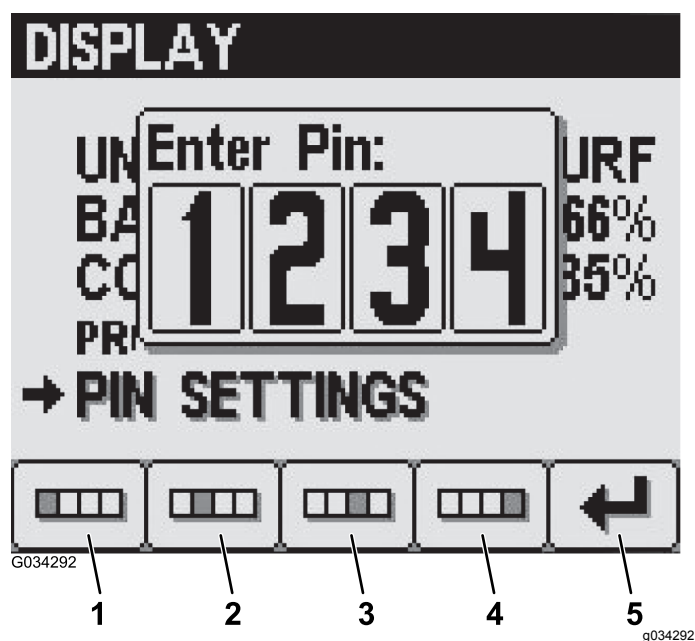

Figure 25
2. Saisissez votre code PIN au moyen des boutons 1 à 4, puis appuyez sur le bouton 5 lorsque vous avez terminé (Figure 25).
4. Saisissez l'ancien code PIN au moyen des boutons 1 à 4, puis appuyez sur le bouton 5 lorsque vous avez terminé (Figure 25).